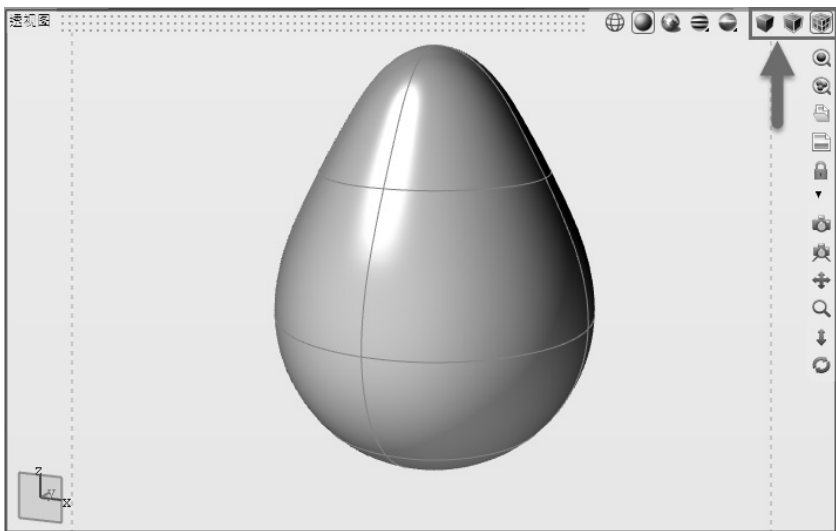

图 1-17 边线和等参线显示
- 边线和等参线显示：每个视图中，都可以控制边线与等参线的显示，如图 1-17 所示，共 3 种模式：“无边线或等参线”“边线”“边线和等参线”。